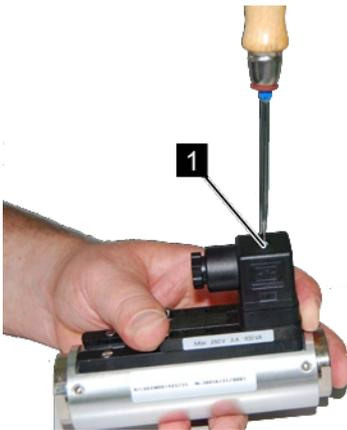

Abb. 20: Steckerdose lösen
1. ➤ Befestigungsschraube (Abb. 20/1) von der Steckerdose lösen
9. ➤ Steckerdose auf Gerätestecker stecken und Befestigungsschraube (Abb. 20/1) anziehen